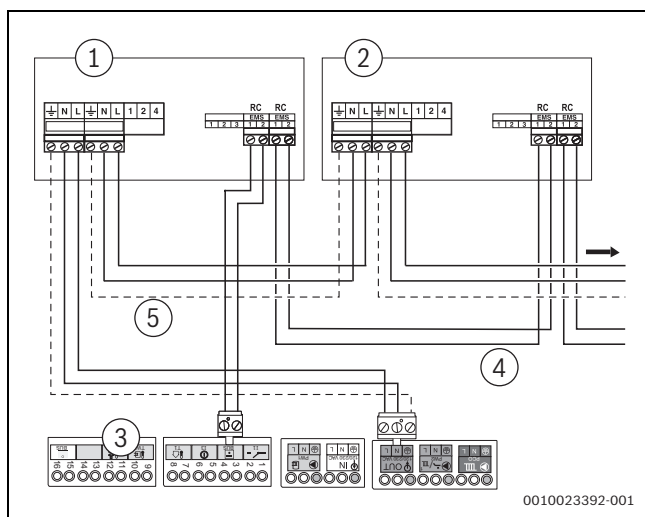

Bild 53 Anschluss mehrerer Funktionsmodule
- EMS-Busanschluss des ersten Moduls für das zweite Modul verwenden. Hierzu das mit dem Modul mitgelieferte Kabel verwenden (→ Bild 53, [4], Seite 31).